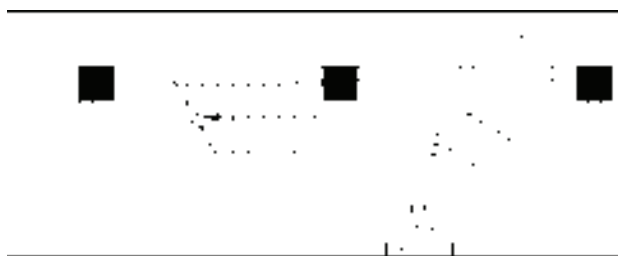

图 15-35 绘制连接直线
3) 调用“直线”命令, 绘制连接直线, 如图 15-35 所示。